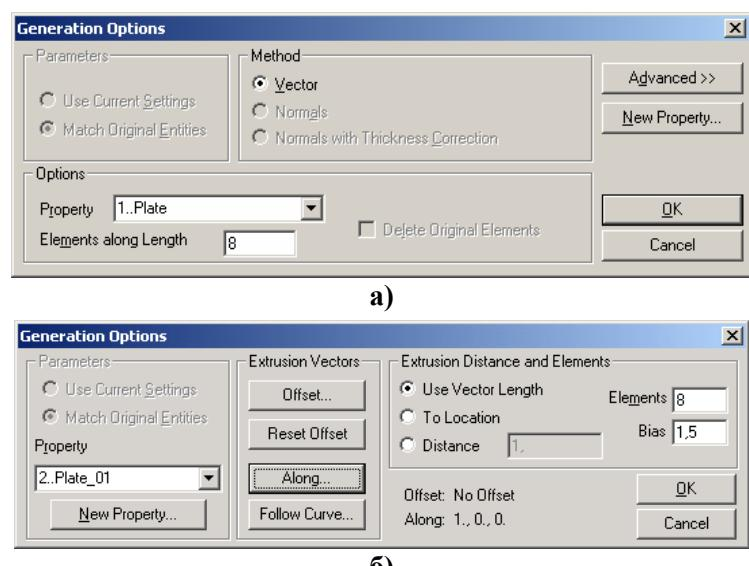

Рис.3.17. Діалогові панелі опцій видавлювання СЕ
, „опорними”), з’являється діалогова панель „**Generation Options**” (див. рис.3.17-а). Потрібно обрати раніше створений варіант властивості двовимірного СЕ або задати новий (кнопкою „**New Property...**”), ввести кількість СЕ вздовж напрямку видавлювання (**Elements along Length**). Якщо дати команду „**OK**”, то з’явиться стандартний діалог завдання *напрямку* вектором, причому вказана *довжина* цього вектору буде довжиною видавлювання. Після цього будуть створені (видавлені) нові СЕ з *рівномірним* кроком. Якщо замість „**OK**” ініціювати кнопку „**Advanced>>**”, панель „**Generation Options**” модифікується (див. рис.3.17-б). На ній можна додатково встановити: збільшення розміру СЕ у напрямку видавлювання (у полі „**Bias**”), напрямок видавлювання *вектором* (за допомогою кнопки „**Along...**”) або *вздовж* раніше створених (бажано – розміченіх під кількість СЕ) *ліній* (прямих або кривих, за допомогою кнопки „**Follow Curve...**”). Якщо напрямок вказується вектором (не кривою), то довжину видавлювання можна встановити: довжиною вектора (**Use Vector Length**); існуючим об’єктом (**To Location**), причому з’явиться стандартне діалогове вікно для вибору об’єкту (точки, вузла тощо), а реальна довжина видавлювання визначається проекцією положення об’єкта на напрямок вектору; величиною „**Distance**” (введена довжина вектора буде ігноруватися). За допомогою кнопки „**Offset...**” можна вказати (вектором) відступ від обраних кривих (з „опорними” СЕ), на якому будуть створюватися нові СЕ. Коли всі необхідні призначення будуть зроблені, стає активною кнопка „**OK**”. Після створення СЕ знов з’явиться діалогова панель „**Generation Options**” для продовження процесу, причому база початку створення нових СЕ буде перенесена на кінець попередньо створених СЕ. **Увага:** якщо були „опорні” СЕ, то вони не видаляються, а створені двовимірні СЕ будуть мати перший порядок апроксимації;
- „видавлювання” двовимірних або тривимірних (**Mesh→Extrude→ Element...**) СЕ із завчасно створених одновимірних або двовимірних СЕ відповідно. Обирається „опорні” одновимірні СЕ, з’являється діалогова панель „**Generation Options**” (див. рис.3.17-а), на якій вже будуть доступні опції секції „**Parameters**”, де можна обрати варіант „**Match Original Entities**” (колір та рівень нових СЕ будуть відповідати „опорним” СЕ) або „**Use Current Setting**” (використовувати поточні призначення у „**Property**”). Якщо опорні СЕ – одновимірні, то наступні дії – аналогічні описаним вище. Якщо опорні СЕ – двовимірні, то кнопка „**Advanced...**” буде недоступною, а напрям можна обирати не тільки вектором, а й нормаллю до їх поверхні (**Normals**) або нормаллю з корекцією товщини СЕ, що створюються, вздовж всієї поверхні (**Normals with Thickness Correction**). Останнє має значення для двовимірних СЕ на криволінійній поверхні. Коли напрямок задається нормаллю, ще буде необхідно задати довжину витискування (на панелі „**Offset Extrusion**”, що з’явиться), причому знак „+” або „–” вкаже напрямок процесу витискування. Якщо опцію „**Delete Original Elements**” (видалити оригінальні СЕ) не активізувати, після створення нових СЕ з’явиться запит: чи видаляти їх, чи ні. **Увага:** порядок апроксимації СЕ (перший або другий, тобто „**Parabolic**”) визначається „опорними” СЕ;
Mesh→Revolve→Elements...). Обираються *незамкнені* криві або „опорні” СЕ, з’являється описана вище діалогова панель „**Generation Options**” (див. рис.3.17-а). Після команди „**OK**” вказується вектор, відносно якого проводити обертання, а також кут обертання (**Rotation Angle**) й, якщо потрібно, зміщення (**Translation Distance**) останніх вузлів нових СЕ вздовж вказаного вектора. **Увага:** опорні об’єкти не повинні пересікатися з віссю обертання, хоча й можуть на ній закінчуватися;